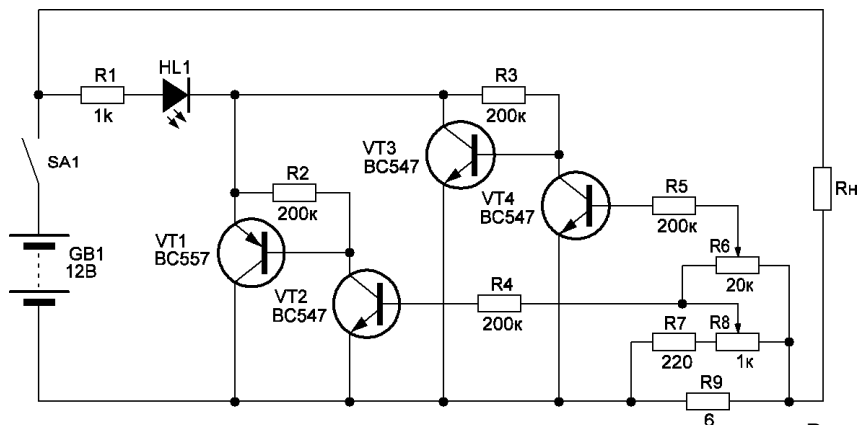

Рис. 3
**Реле выхода из диапазона допустимых токов нагрузки**, рис. 3, содержит два канала индикации — максимального и минимального токов нагрузки. Светодиод HL1 (светодиод оптрона, обмотка реле) является для каждого из реле общим: он включается, если ток в нагрузке будет ниже заданного значения или, напротив, превысит значение максимального тока в нагрузке.